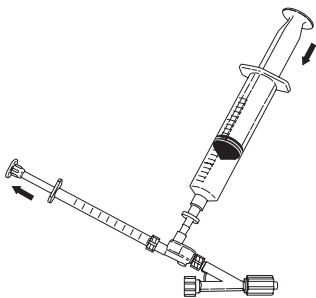

Fig. 4
6. Raccorder la seringue de 1 mL à l'orifice d'injection et aspirer 0,5 mL de solution. Débrancher la seringue de 1 mL et en évacuer toutes les bulles d'air. Laisser un ménisque de solution dans l'orifice d'injection, avant de rebrancher la seringue de 1 mL, en appuyant légèrement sur la seringue de 20 mL pour amorcer l'orifice d'injection. Rebrancher la seringue de 1 mL sur l'orifice d'injection. (**Fig. 4**)